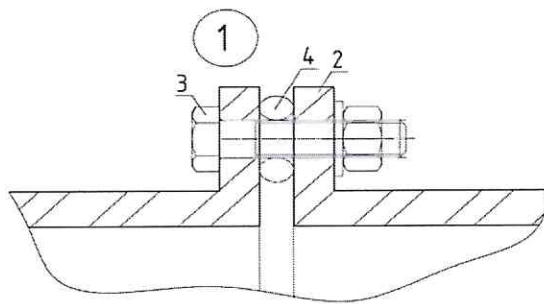

Рис. 2. Уплотнение фланцевого соединения воздуховодов.
4.7. В качестве уплотнительного материала фланцевого соединения рекомендуется использовать негорючий материал шнур ШБТ или шнур базальтовый из непрерывного волокна. Один из вариантов соединения огнестойких воздуховодов приведен на рис. 2. Кроме того, рекомендуем при монтаже материала PRO-МБОР-5 и PRO-МБОР-8 дополнительно, поверх фланцевого соединения накладывать шнур ШБТ, во избежание прорыва рулонного материала (PRO-МБОР) о металлический фланец.